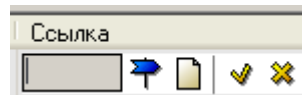

Рис. 6.14
В режиме редактирования у поля типа «Ссылка» имеется окно для ввода названия модуля данных, на который создаётся ссылка, и инструменты **Установить ссылку** , **Очистить** , **Применить**  и **Отмена**  (Рис. 6.14).
1. Перейдите в ячейку столбца **Ссылка** и нажмите F2. При этом появятся инструменты, соответствующие типу данного поля (Рис. 6.14).